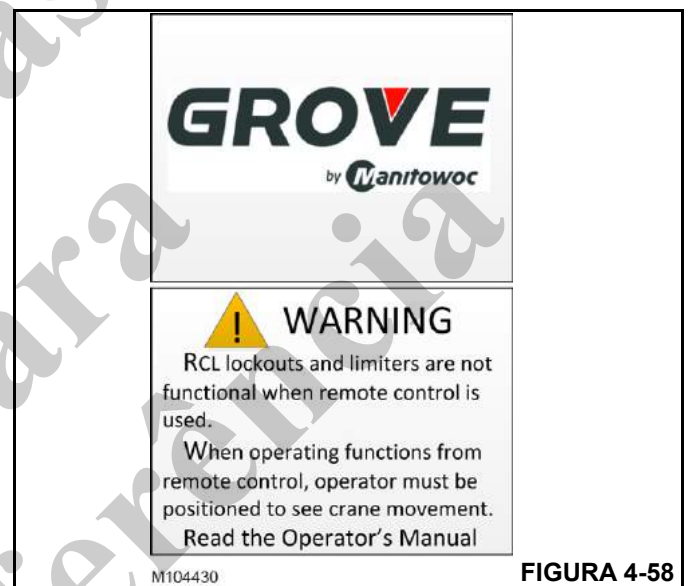

FIGURA 4-58
9. A tela de INÍCIO aparecerá por alguns segundos, seguida pela tela de ATENÇÃO (Figura 4-58).